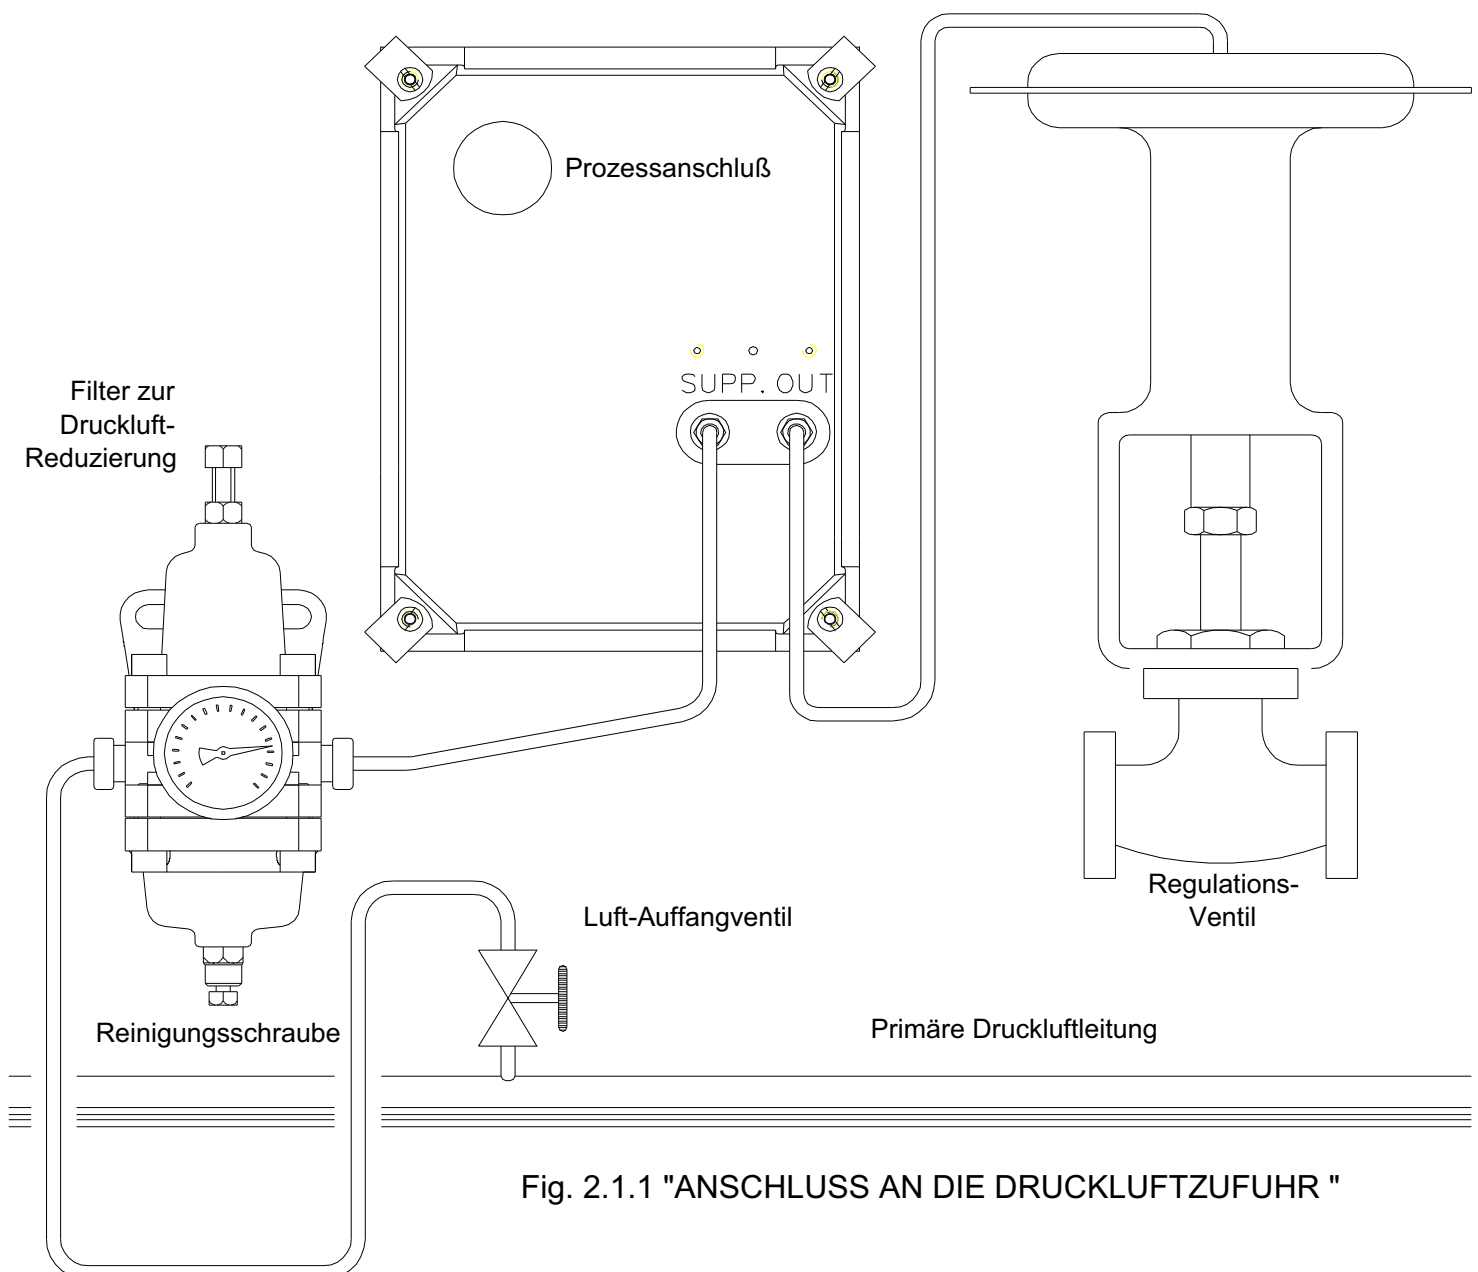

Fig. 2.1.1 "ANSCHLUSS AN DIE DRUCKLUFTZUFUHR "
2.1. ANSCHLUSS AN DIE DRUCKLUFTZUFUHR (Fig. 2.1.1)
A - Den Apparat mit 20 psi ($\pm 1,5$) Druckluft speisen und die Reinigungsschraube des Druckreduktionsfilters öffnen (siehe Fig. 2.1.1) bis sämtliche Kondensrückstände ausgetreten sind.
B - Den Apparat mit 20 psi ($\pm 1,5$) Druckluft speisen und die Reinigungsschraube des Reduktionsfilters (siehe Fig. 2.1.1) öffnen, bis sämtliche Kondensrückstände ausgetreten sind.
A - Den Apparat mit 20 psi ($\pm 1,5$) speisen und die Reinigungsschraube des Reduktionsfilters öffnen, bis sämtliche Kondensrückstände ausgetreten sind (siehe Fig. 2.1.1).